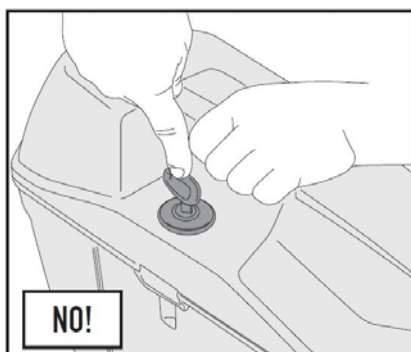

図 A1
- ①/②ケースに③キーを挿し、時計回りに 45° 回し、「R」ポジションにセットします。(図 A1 参照)